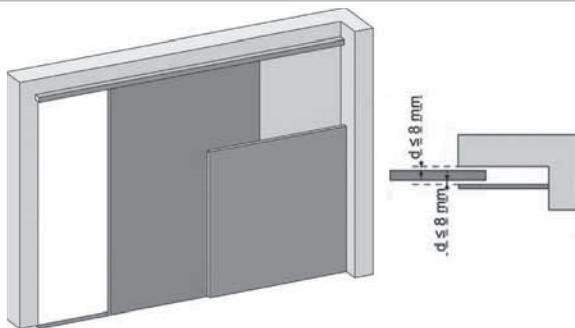
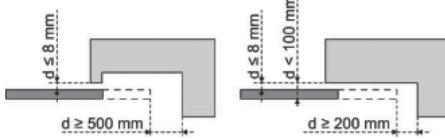

Abbildung 1 - Mechanischer Schutz
Abbildung 2 - Sicherheitsabstand
ZONE 2 Quetschgefahr an einem angrenzenden festen Bauteil	Hinderniserkennung durch den Antrieb. Es muss unbedingt geprüft und festgestellt werden, dass die Grenzwerte der Betriebskräfte und Reversierungszeiten gemäß Anhang A der Norm EN 12 453 eingehalten sind. Schutz durch eine mechanische Vorrichtung (siehe Abbildung 1) oder durch Sicherheitsabstände (siehe Abbildung 2)
2.1 Lieferumfang - Abb. 1
2.2 Anwendungsbereich - Abb. 2
Torart (Abb.2)
Torgröße (Abb. 2)